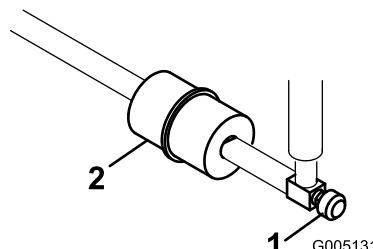

図 53
燃料フィルタはインライン・タイプで、燃料タンクとキャブレタの間に設置してあります (図 53)。800 時間ごと、又は燃料の流れが悪くなれば交換してください。フィルタに付いている矢印をエンジンの方に向けて取り付けてください。
1. 燃料バルブを閉じ、フィルタのキャブレタ側についているホース・クランプをゆるめ、燃料ラインからフィルタを外す(図 53)。
2. フィルタの下に容器を置き、もう一方のクランプも外してフィルタを取り出す (図 53)。